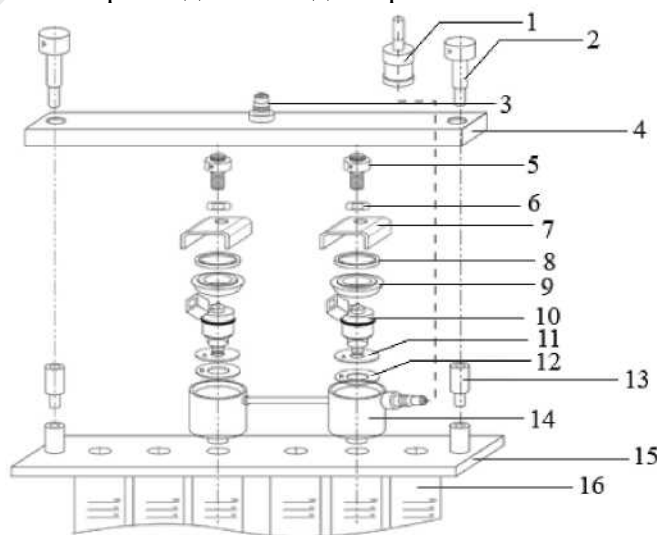

Рис. 3 Схема установки инжектора с боковой подачей топлива
5. Установите топливную рампу вместе с цилиндрами на панель (16, рис. 3.), и зафиксируйте их с помощью винтов (2, рис. 3).
6. Соедините топливную рампу с топливопроводным шлангом с помощью разъема (1, рис. 3).